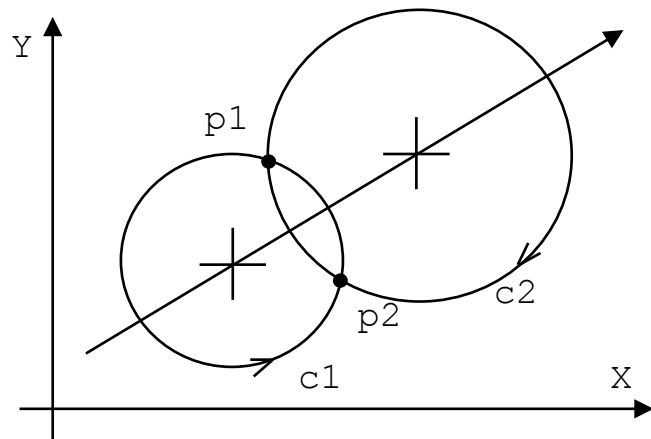

Рисунок 2.57
- точка пересечения двух окружностей (рисунок 2.57):